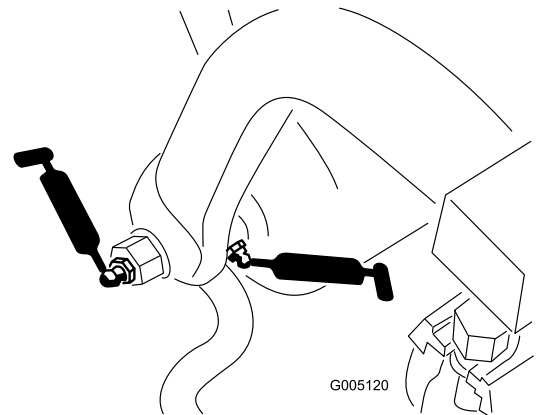

Figure 38
- Axe et rouleau de cadre de traction (12) (Figure 38)